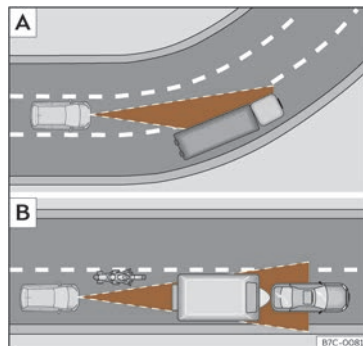

**Fig. 159** [A] Véhicule à l'abord d'un virage.
L'ACC pourrait ne pas détecter dans un virage le véhicule précédent, ou pourrait régler la distance par rapport à des véhicules qui se trouvent sur d'autres voie » » » **fig. 159** [A].
- Véhicules circulant de manière non alignée ou en dehors de la zone de détection du capteur, par exemple, des motos. » » » **fig. 159** [B]